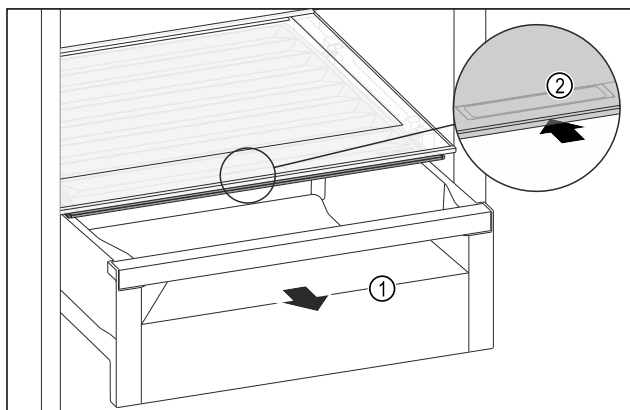

Fig. 138
- Dra ut utdragslådan Fig. 138 (1).
- Ta tag i fördjupningen Fig. 138 (2) på facklocket och skjut samtidigt facklocket bakåt.